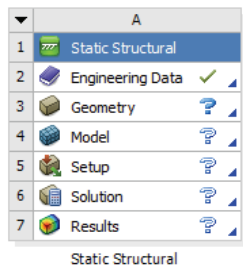

图 18-2 分析项目
2) 双击主界面 Toolbox 工具箱中的 Analysis System > Static Structural 选项, 在项目管理区创建分析项目 A, 如图 18-2 所示。